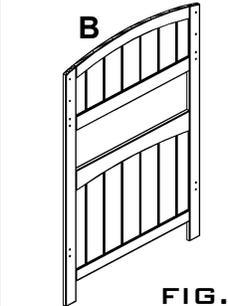

FIG. 2
1 PC BUNK BED END TWIN BOX (28-706) FIG.2
6 DRAWER LOFT DRESSER BOX (28-207) FIG.2
- 4.- PLACE FOUR SLATS (H) ON SIDE RAIL CLEATS, ONE SLAT IN BOTH ENDS, PUSH THE SLAT AGAINST THE BED END POST (**FIG.A**) AND TWO SLATS IN THE MIDDLE AT EQUAL DISTANCE FROM THE END SLATS, THEN EACH SLAT MUST BE FASTEN WITH TWO 1 1/4" SCREWS (I), **SEE FIG.2**
- 5.- INSERT THE CASTER SOCKETS (W) INTO BOTTOM CORNERS OF THE HEADBOARD&FOOTBOARD, **SEE FIG.C**
- 2.- TO INSTALL THE RAIL CAP, PLACE IT AS **FIG.D**, MAKE SURE THE RAIL CAP IS INSERTED ON THE SIDE RAIL AND PUSHED TO THE HEADBOARD, **SEE FIG.2**